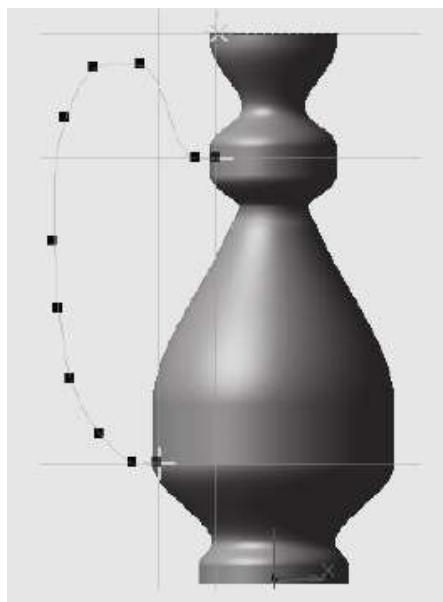

Рис. 8.19. Созданный объект с эскизом ручки
- если кривая получилась недостаточно ровной, выделите ее щелчком ЛКМ и осторожно потяните за маркеры (рис. 8.19);